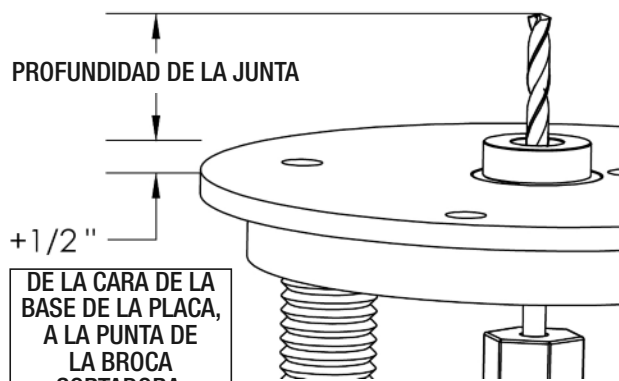

Figura 7B
- Por consiguiente, aumente 1/2" a la profundidad deseada de la mortaja y espiga cuando fije la profundidad "descendiente" de la fresadora (Figura 7B)